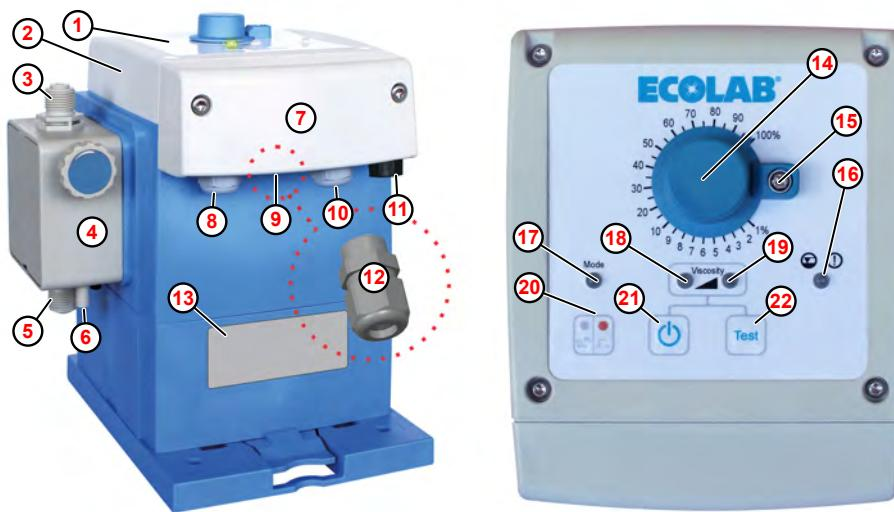

Fig. 1: Estructura y elementos de mando «EcoUp»
Para la conexión del cable de la señal de alarma, el paquete adicional de la bomba contiene un racor atornillado para cables M12 x 1,5 (Fig. 1, (12)) correspondiente.